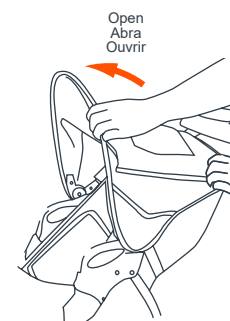

Fig. 10
- 10) • Para abrir la cubierta: empuje hacia delante el borde delantero (Fig. 10).
- Ajuste las correas de la cintura para la comodidad y seguridad de su hijo deslizando las hebillas en cualquier dirección. Las correas de seguridad deben ajustarse cómodamente alrededor de su niño (Fig. 10).